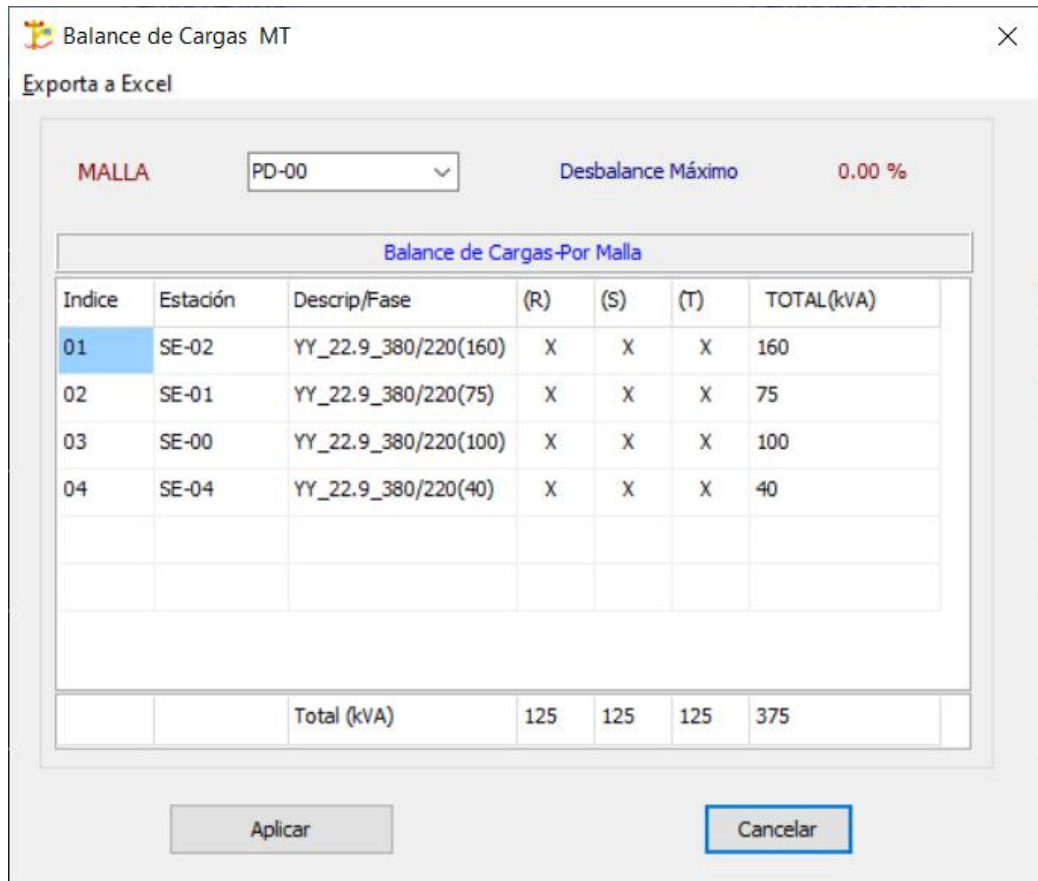

Fig. 2.2
b) Balance de Cargas MT. (Ver Fig. 2.2)